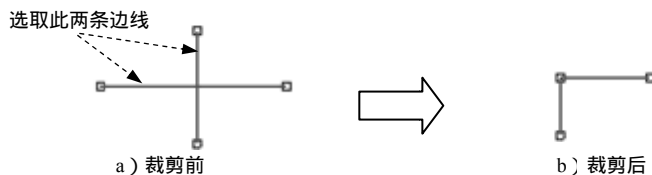

图 3.2.26 修剪拐角
- 步骤 02** 定义修剪的对象。依次单击两个相交图元上要修剪的一侧，如图 3.2.26 所示。